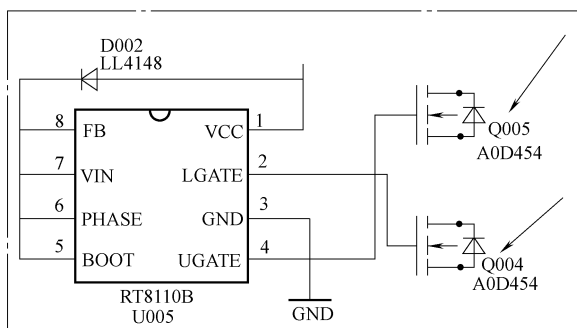

图 5-26 Q004、Q005 相关电路截图
- 2) Q004、Q005 相关电路截图如图 5-26 所示。